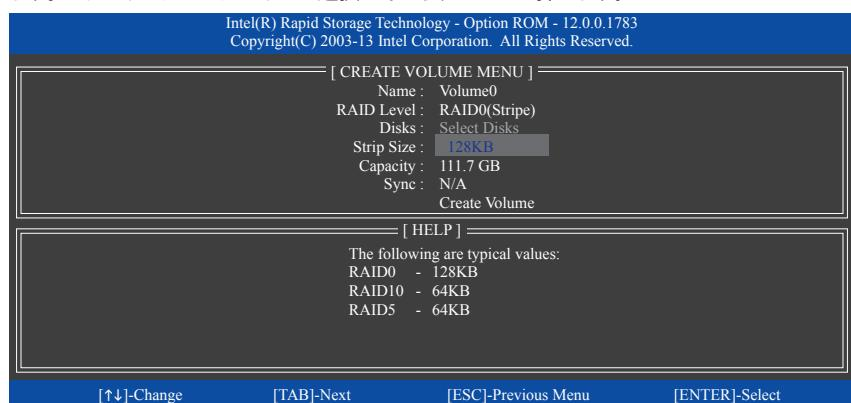

図 12
**Disks** アイテムの下で、RAID アレイに含めるハードドライブを選択します。取り付けたドライブが 2 しかない場合、ドライブはアレイに自動的に割り当てられます。必要に応じて、ストライプブロックサイズ (図 12) を設定します。ストライプブロックサイズは 4 KB~128 KB まで設定できます。ストライプブロックサイズを選択してから、<Enter> を押します。